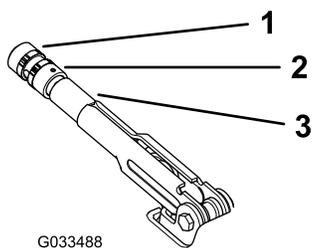

Figure 59
2. Desserrez la vis de fixation du pommeau sur le levier du frein de stationnement (Figure 59).
3. Tournez le bouton (Figure 59) jusqu'à ce qu'une force de 20 à 22 kg soit nécessaire pour actionner le levier.
4. Resserrez la vis de maintien pour terminer (Figure 59).